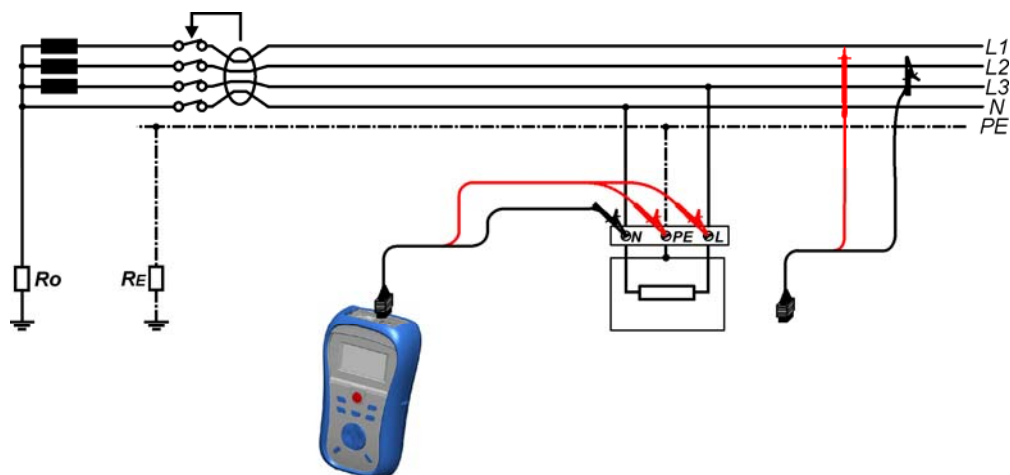

Figura 5.11: Conexión del cable de prueba universal
- ❑ **Conecte** los cables de prueba al objeto comprobado (vea la *figura 5.11*).